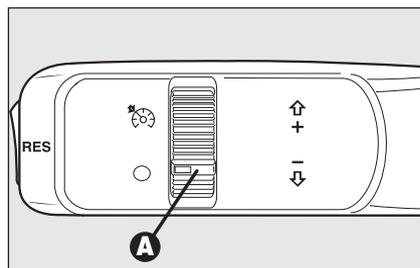

fig. 57
Ruotare la ghiera **A-fig. 57** su .
- ruotare la ghiera **A-fig. 57** su  e premendo il pedale dell'acceleratore portare la vettura alla velocità desiderata;
- ❑ ruotando la ghiera **A-fig. 57** su **O**;
*In caso di funzionamento difettoso od avaria del dispositivo, ruotare la ghiera **A**-fig. 57 su **O** e rivolgersi alla ai Servizi Autorizzati Alfa Romeo dopo aver verificato l'integrità del fusibile di protezione.*